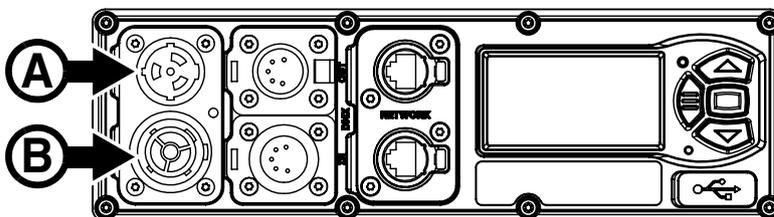

Figure 8: Connexion au secteur
1. Voir Figure 8. Alignez les détrompeurs du connecteur TRUE1 du câble d'alimentation avec ceux de l'embase MAINS IN (A). Insérez le connecteur dans l'embase et tournez-le dans le sens horaire pour le bloquer. Si le connecteur semble difficile à tourner, sortez-le de l'embase, vérifiez que vous avez correctement aligné les
Procurez-vous un câble d'alimentation homologué pour 16/20 A et des câbles de copie homologués pour 16/20 A (auprès de votre revendeur Martin qui pourra vous donner plus de détails) pour réaliser une cascade d'alimentation secteur en reliant les embases MAINS THRU (B sur la Figure 8) et MAINS IN (A sur la Figure 8). Pour créer une telle cascade d'alimentation, vous devez respecter les limites données dans la section Précautions d'emploi au début de ce manuel afin d'éviter tout risque d'incendie et d'électrisation.